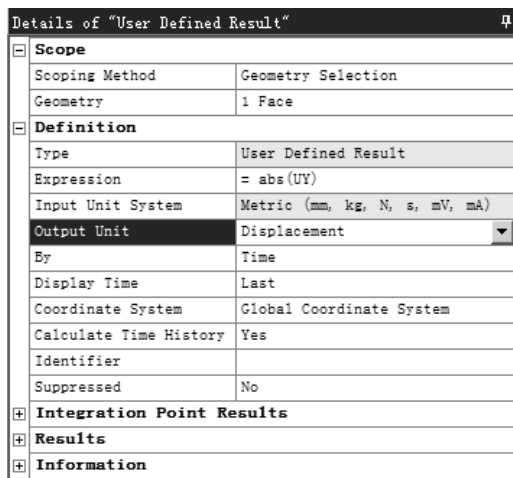

图 9.7.31 “Details of ‘User of Defined Result’”对话框
(1) 在“Outline”窗口中右击 **Solution (A6)** 选项，在弹出的快捷菜单中选择 **Insert** → **User Defined Result** 命令，弹出图 9.7.31 所示的“Details of ‘User of Defined Result’”对话框。